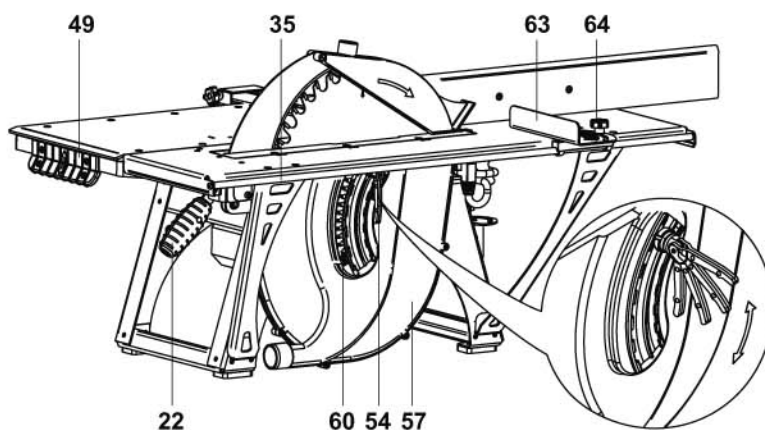

Рис. 11
Установка определенной глубины пропила производится с помощью механизма регулирования глубины пропила **22** и фиксатора эксцентрикового **54** (рис. 11).
- для нормальной работы системы крепления пильного диска необходимо обеспечивать оптимальный зазор  $\Delta$  между опорной шайбой **70** и поверхностью эксцентрика **54** (рис. 11а).
Этот зазор регулируется поворотом эксцентрикового фиксатора вокруг оси крепления пильного диска. Поворотом вправо – зазор уменьшается, поворотом влево – увеличивается (рис. 11б).
Рис. 11а
Рис. 11б
Установите нужный угол распиловки (рис. 11), поворачивая кронштейн с опорой **63** и фиксируя его винтом **64**. Прижимая обрабатываемый объект к опоре, перемещайте приспособление по направляющей **35**, в сторону пильного диска.
При внешнем осмотре необходимо обращать внимание на наличие смазки на поверхностях опорной шайбы **70** и фиксатора эксцентрикового **54** (*рис. 11а*). При необходимости нанести смазку ЦИАТИМ 201 ГОСТ 6267-74 или другую аналогичную, например, промышленная смазка SKF LGMT 2.